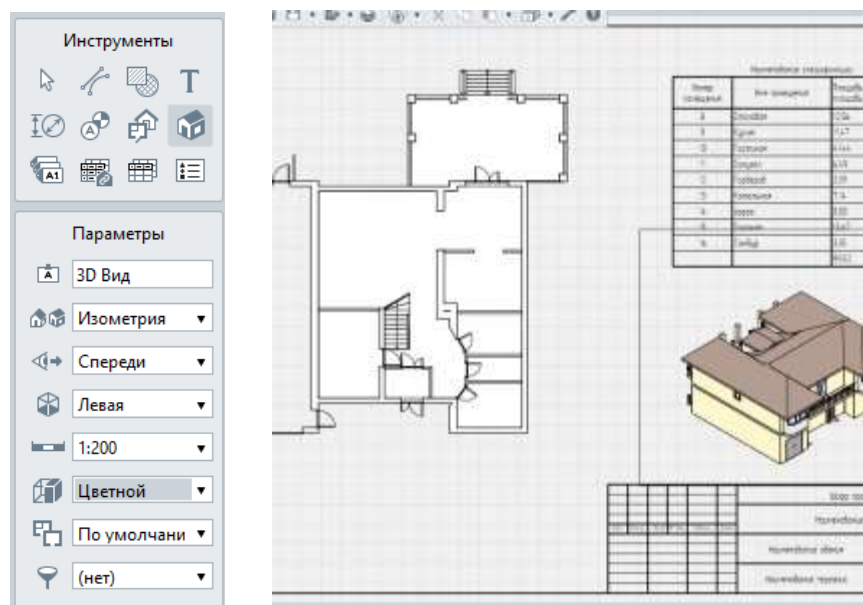

Рисунок 8.5 - Добавление аксонометрии модели здания.
5. Добавьте на лист аксонометрический вид, рис.8.5.